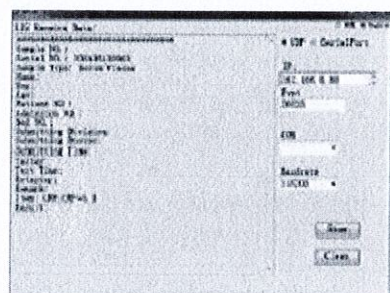

Рис. 6.19
4) После того, как прибор закончит тестирование, результаты теста будут автоматически отправлены в программу приема данных ПК. Если пользователь не ввел подробную информацию, такую как название и типы образцов, на Fineware™ FIA Meter plus, они будут оставлены пустыми на компьютерном терминале (см. Рис. 6.19). ИЛИ: